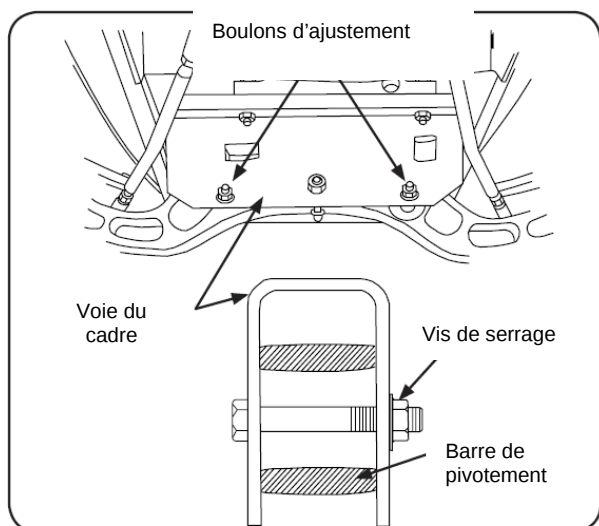

Figure 6-14
2. Déplacez les extrémités du pivot vers le haut et vers le bas pour vérifier le grippage. Si le grippage existe, dévissez les écrous de blocage jusqu'à l'élimination du grippage. Consultez la Fig. 6-14.